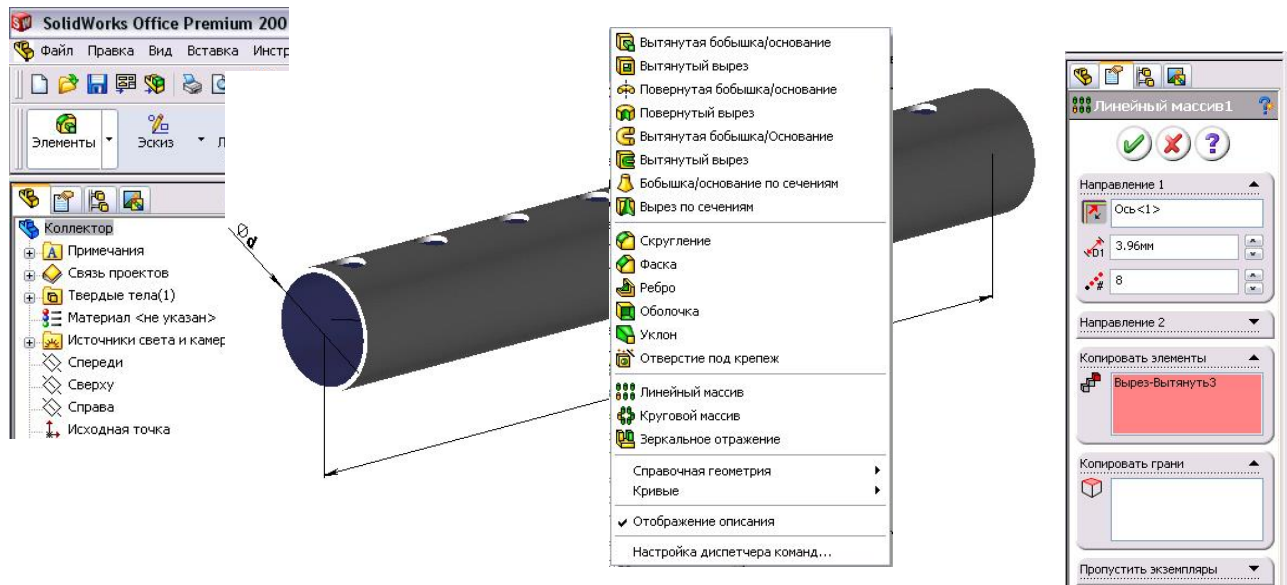

Рисунок 6.5 – Модель колектора з першим рядом отворів
6. Розмножуємо побудований виріз за допомогою команди «Лінійний масив». Для успішного завершення цієї команди необхідно вказати напрям масиву і заповнити поля «інтервал» і «кількість екземплярів» (у нашому випадку подвійний крок і кількість труб (рис. 6.5));